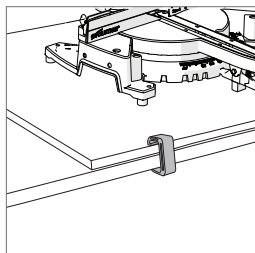

Fig. 2
- Utilizzare morse G per il fissaggio del pannello di montaggio sul piano di lavoro. (**Fig. 2**)